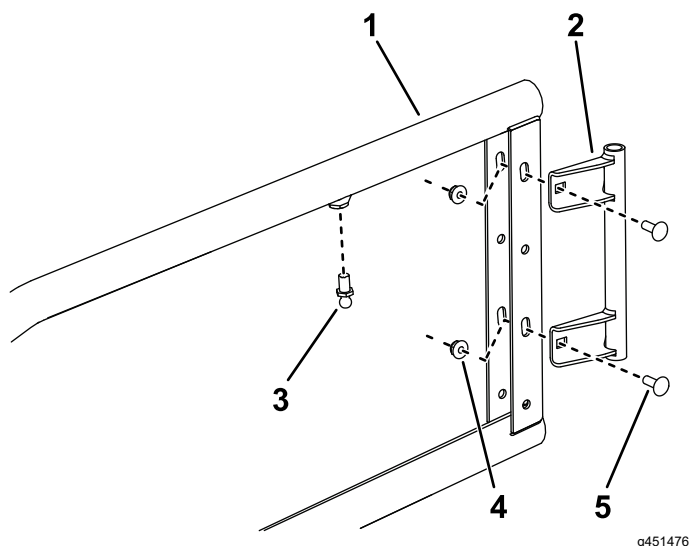

Figura 3
1. Fissate, senza serrarlo, un perno della porta alle scanalature nel telaio della porta utilizzando 2 bulloni a testa tonda e dadi di bloccaggio, come illustrato nella Figura 3.
2. Montate uno spinotto sul telaio della porta, come illustrato nella Figura 3; serrate a 10-12 N·m.